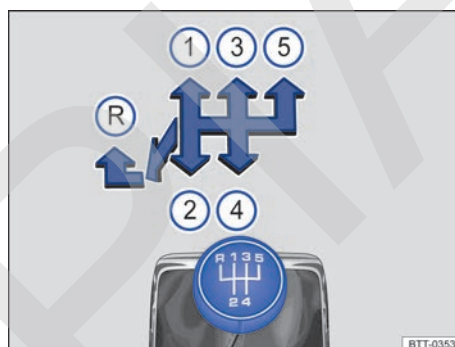
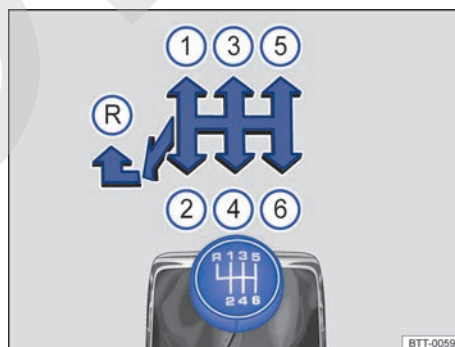

Fig. 104 Esquema de un cambio manual de 5 marchas.
Fig. 105 Esquema de un cambio manual de 6 marchas.
En la palanca de cambios están representadas las posiciones de cada una de las marchas → **fig. 104** o → **fig. 105**.
- Mueva la palanca de cambios completamente hacia la izquierda y después hacia delante para situarla en la posición de la marcha atrás → fig. 104 o → fig. 105 .